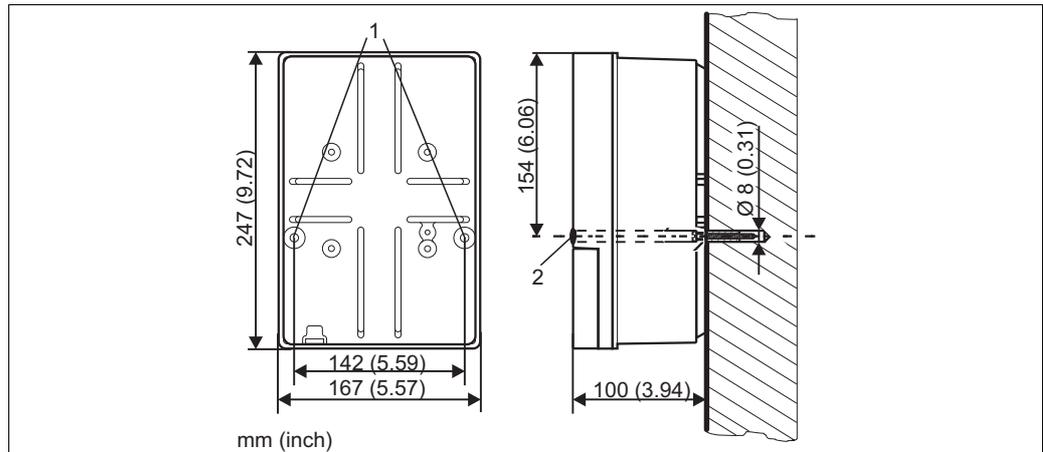

Abb. 8: Maße für die Wandmontage, Befestigungsschraube:  $\varnothing$  6 mm (0,24"), Dübel:  $\varnothing$  8 mm (0,31")
1. Bohren Sie Bohrlöcher gemäß Abb. 8.